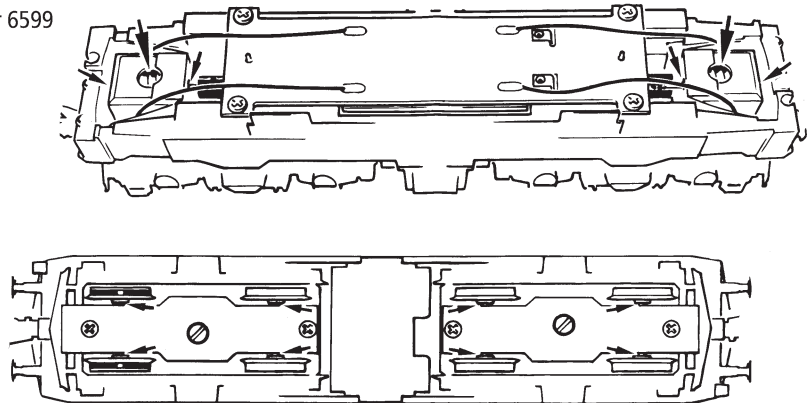

Fig. 10
4. Kohlebürstenwechsel: Lokgehäuse abnehmen (Fig. 3). Danach wird der Motor ausgebaut und die Kohlebürsten ausgewechselt (Fig. 10).
Démontez la caisse (voir fig. 3). Démontez ensuite le moteur et échangez le balais (fig. 10).
4. Carbon brush changing: First remove loco body (fig. 3) and then the motor (fig. 10).